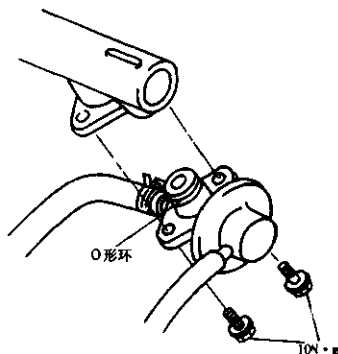

图 2-61 安装燃油压力调节器
- ① 降低燃油管中的燃油压力。
- ② 拆下蓄电池负极电线。
- ③ 断开喷油器插接件。从燃油压力调节器上拆下真空软管。
- ④ 拆下燃油管和燃油喷射器。
- ⑤ 拆下燃油压力调节器和回油软管。
- ⑥ 安装时按拆卸相反顺序进行。必须使用新的 O 形环。为便于安装,应在 O 形环上涂一层汽油,拧紧燃油压力调节器螺栓力矩为符合规定,如图 2-61 所示。